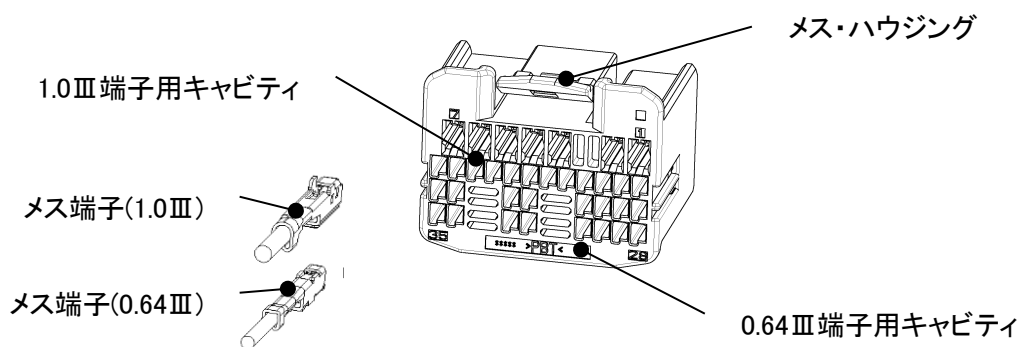

Fig.10
(3)Fig.10 のような向きにメス端子を指定のキャビティ(メス端子が収納される穴)に挿入します。端子が係止され、それ以上挿入できなければ完了です。